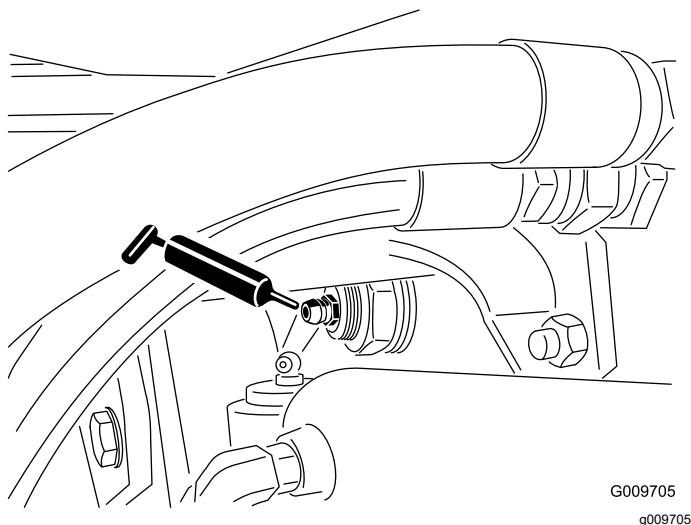

**Рисунок 82**
- Втулки шарниров задней оси (2 шт.) (Рисунок 82)